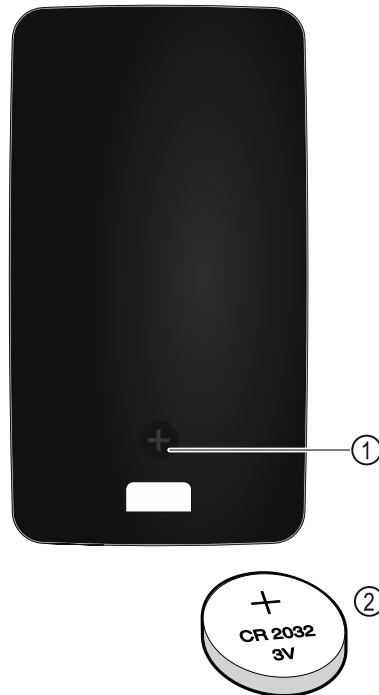

Fig. 227
Die Stromversorgung der Fernsteuerung erfolgt über eine Batterie des Typs CR 2032 mit 3V Fig. 227 (2), welche im Fachhandel erhältlich ist.
- ▶ Schraube Fig. 227 (1) auf Rückseite der Fernbedienung herausdrehen.